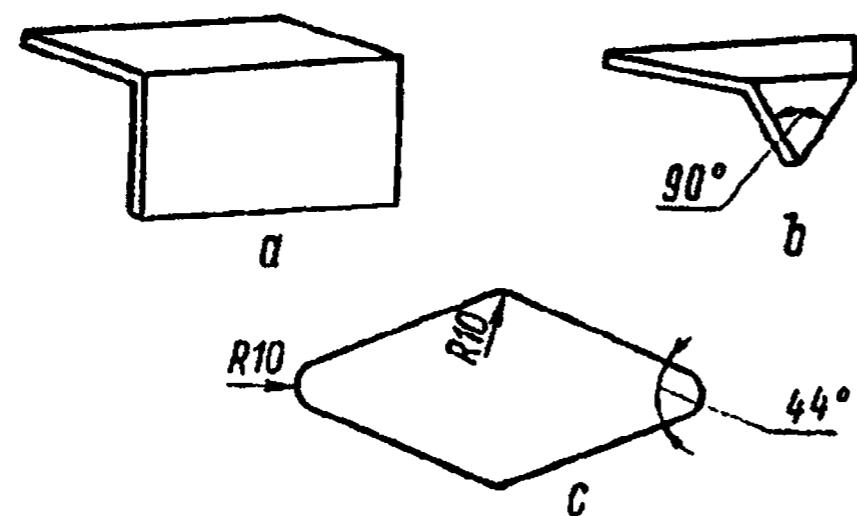

Рис. 368. Виды усиливательных накладок
10. Применяйте прямоугольные (рис. 368, а), треугольные (рис. 368, б) и ромбовидные (рис. 368, в) по форме накладки.